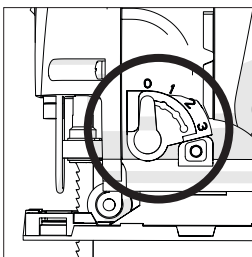

Fig. 4
4. INTERRUPTOR DE SELECCIÓN DE ACCIONES DE CORTE (Fig. 4)